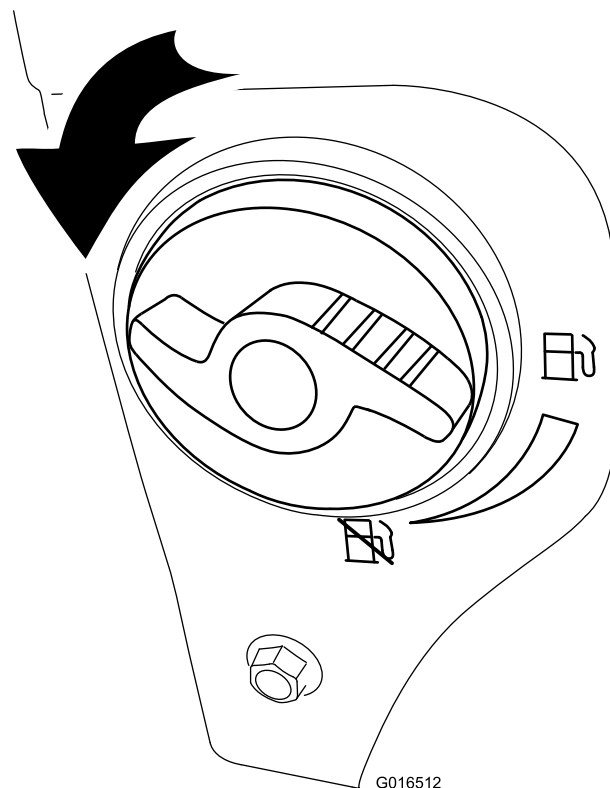

Рисунок 19
2. Откройте отсечной топливный клапан, повернув его на 1/4 оборота против часовой стрелки (Рисунок 19).